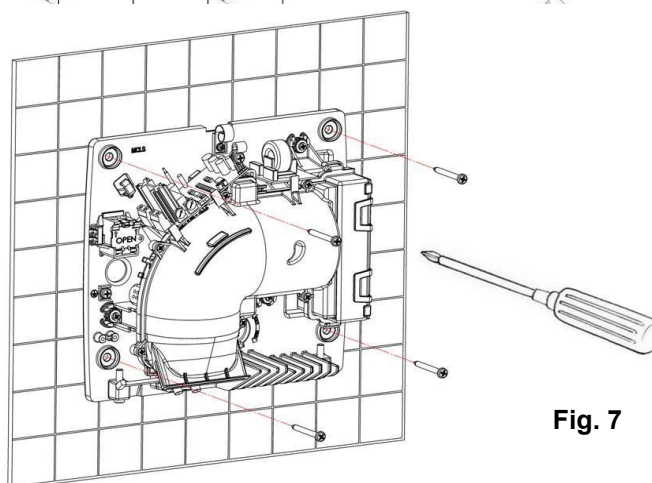

Fig. 7
3. Stellen Sie sicher, dass die 4 Silent-Block-Verbindungselemente der Halterung richtig platziert sind. Schrauben Sie die Halterung mit den 4 mitgelieferten Schrauben so an der Wand fest, dass sie gut fixiert ist (siehe Abbildung 7).